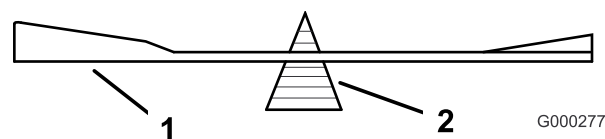
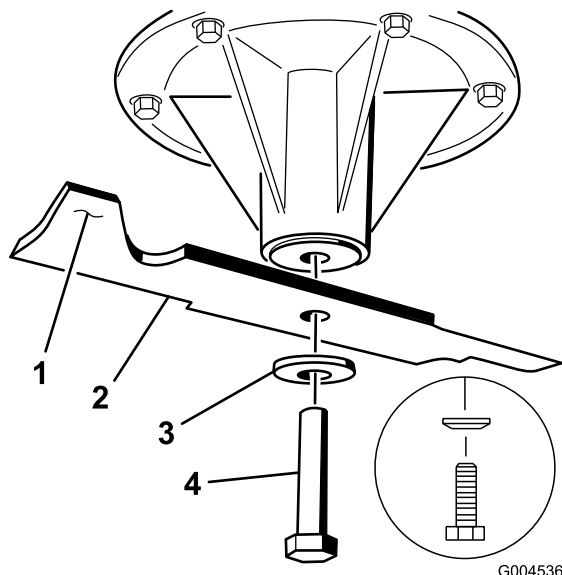

Figure 82
Figure 83
2. Retirez le boulon, la rondelle élastique et la lame de l'axe (Figure 83).
2. Vérifiez l'équilibre de la lame en la plaçant sur un équilibreur (Figure 82). Si la lame reste horizontale, elle est équilibrée et peut être utilisée. Si la lame est déséquilibrée, limez un peu l'extrémité de la partie relevée seulement (Figure 83). Répétez la procédure jusqu'à ce que la lame soit équilibrée.
1. Placez la lame sur l'axe (Figure 83).
2. Montez la rondelle bombée et le boulon de la lame. Le cône de la rondelle bombée doit être dirigé vers la tête du boulon (Figure 83). Serrez les boulons des lames à un couple de 115 à 150 Nm.